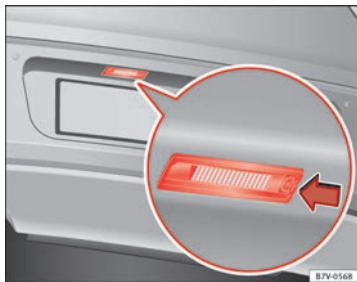

Fig. 149 En el parachoques posterior: luz de matrícula
1. Presione la pestaña de la luz matrícula en la dirección de la flecha ⇒ fig. 149.